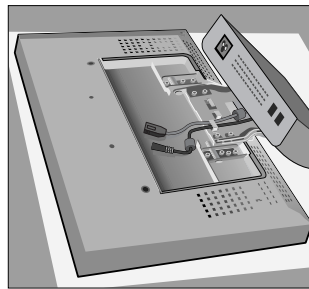

Figure AC.2
3. Placez le moniteur la face vers le bas sur une surface non abrasive (**Figure AC.2**).